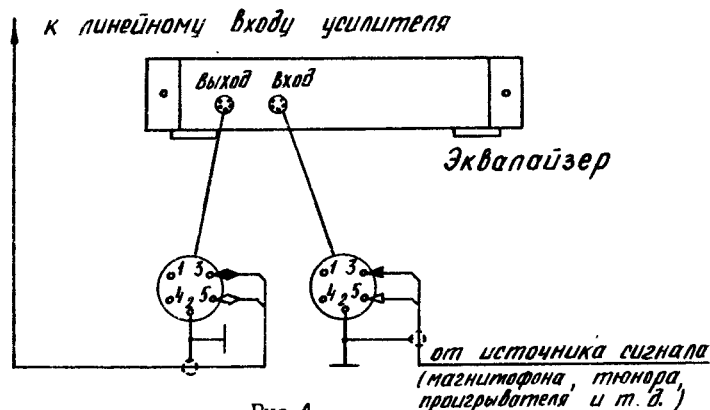

Рис.4
7.2. Если в Вашем усилителе отсутствует "ВЫХОД ПРЕДВАРИТЕЛЬНОГО УСИЛИТЕЛЯ" и "ВХОД УСИЛИТЕЛЯ МОЩНОСТИ", подключение эквалайзера производится по схеме рис.4, при этом эффект восприятия воспроизводимой музыкальной информации не ухудшится.